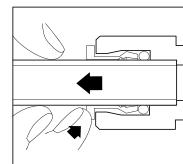

Fig.3
- ▶ Pour le retrait, enfoncez la pince et extraire la tuyauterie (Fig. 3).